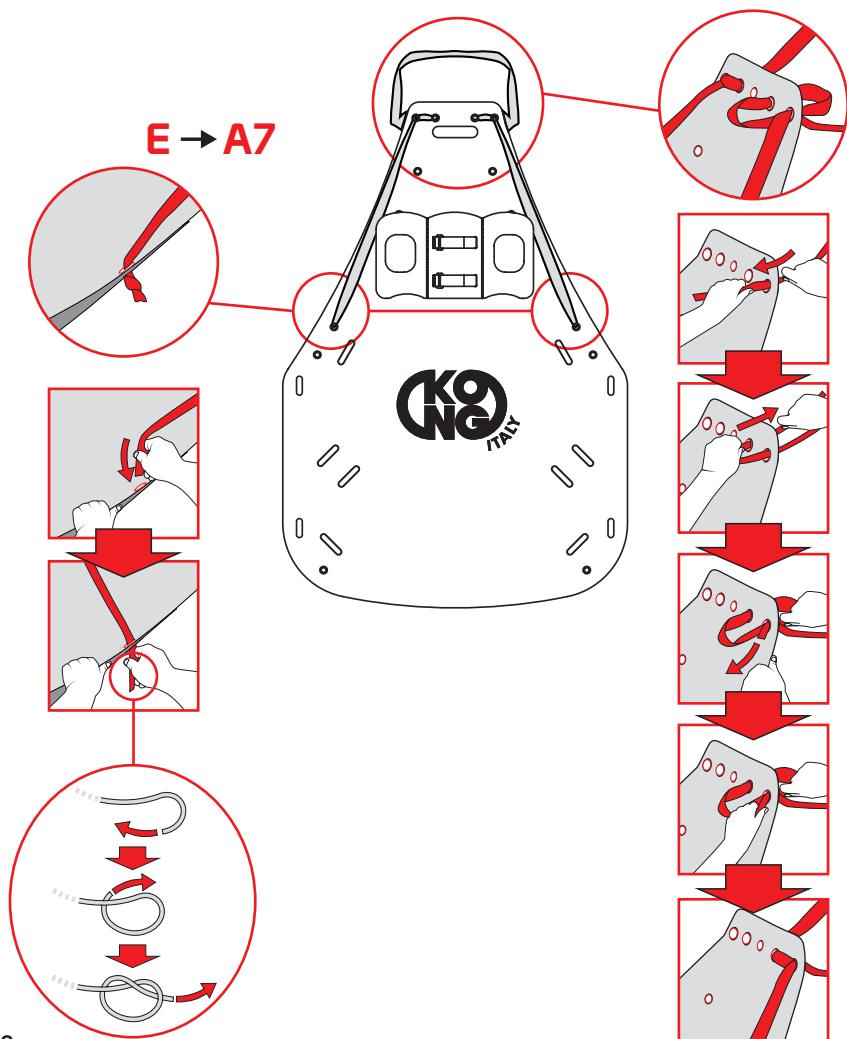

Abb. 8
- die Schlinge (E) in die Löcher A7 der Liegefäche einsetzen (Abb. 8).